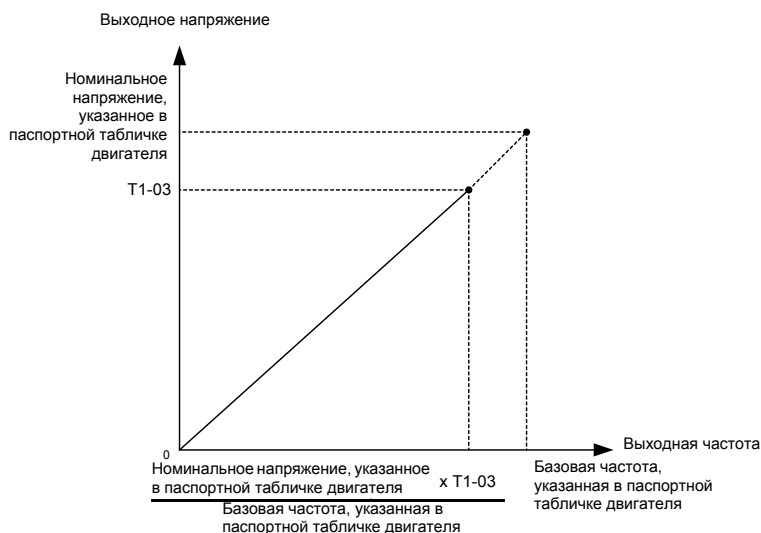

Рис. 4.3 Установка базовой частоты двигателя и входного напряжения инвертора
- Если номинальное напряжение двигателя выше, чем напряжение питания, необходимо снизить базовое напряжение, как показано на Рис. 4.3, чтобы предотвратить насыщение выхода инвертора. Для выполнения автоподстройки необходимо выполнить следующие операции.